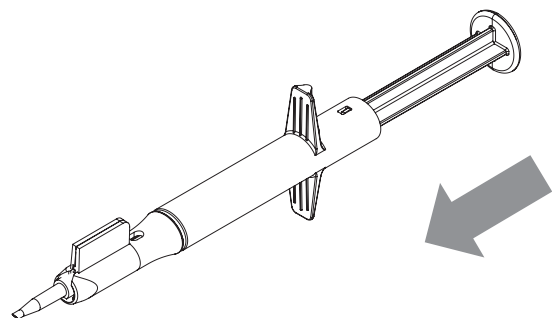

図2
- (7) 本品を両手で持ち、プランジャーをゆっくりと押して、ロック状態を解除し、眼内レンズを前方に押し進める。(図2)